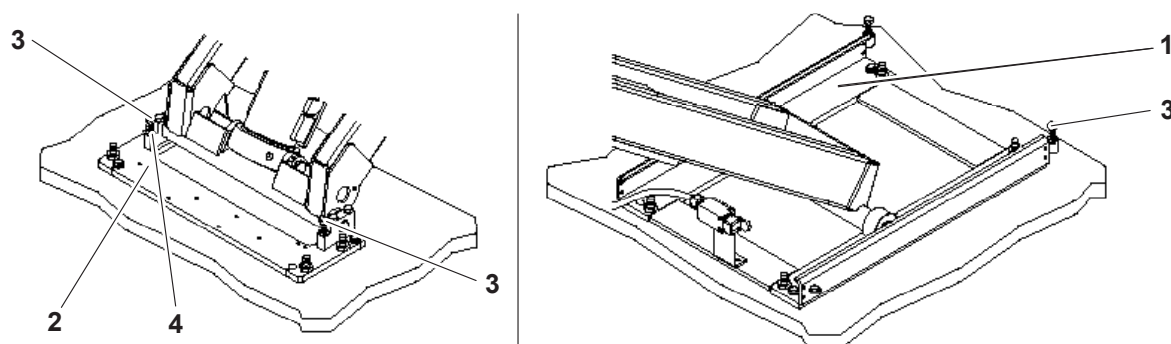

Fig. 2
- Assicurarsi della perfetta planarità delle basi prendendo come riferimento le superfici scorrimento rulli 1 (Fig.2) e appoggio blocco fulcri bielle 2 (Fig. 2): se necessario agire sulle viti di livellamento 3 (Fig.2) ma in questo caso ripristinare il contatto base-pavimento su tutta la superficie con adeguato spessoramento (questo per evitare successive flessioni delle basi).